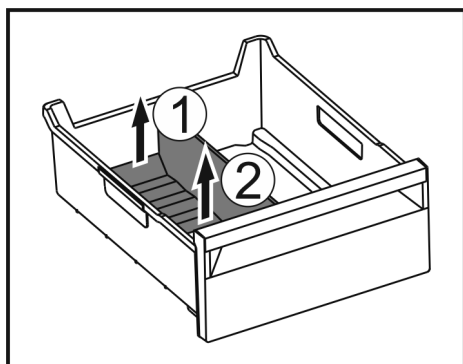

Fig. 99
- ▶ Lyft upp frysfacksdelarens bakre del. Fig. 99 (1)
- ▶ Ta ut frysfacksdelaren uppåt. Fig. 99 (2)